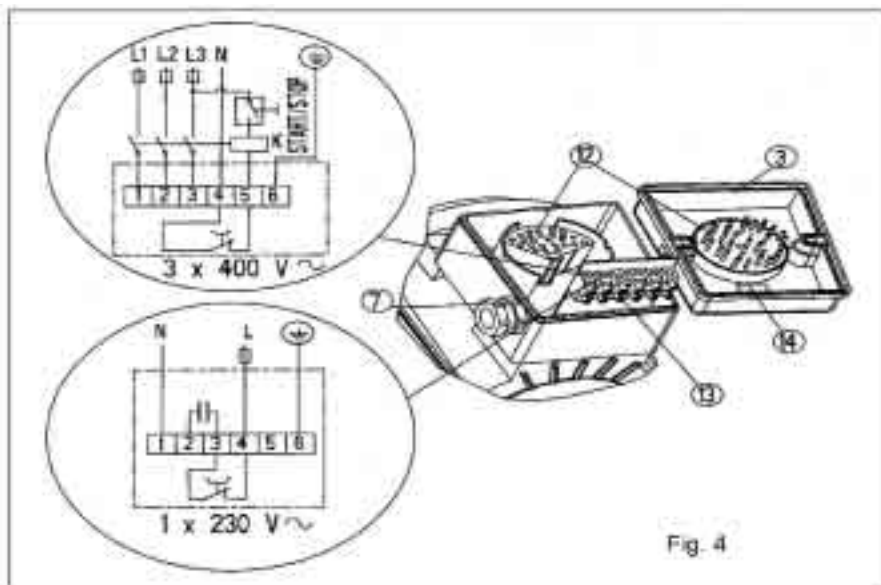

Fig. 4
Il cavo d'alimentazione deve essere collegato attraverso un passacavo Pg16 (fig. 4 – pos. 7), e deve essere del tipo "T" essendo il riscaldamento del circolatore superiore a 50K.
La connessione elettrica dei circolatori deve essere eseguita secondo lo schema (fig. 4 – pos. 14) incollato sul coperchio (fig. – 4 pos. 3) della scatola morsetti (fig. 4 – pos. 13) del motore.
In fig. 4, pos. 12 sono illustrati i blocchetti maschio-femmina del connettore. Essi devono essere ben inseriti quando il circolatore è in funzione.
Nei circolatori del tipo NC, NCD (NCM, NCDM) il rotore del motore elettrico è immerso e provvisto di cuscinetti lubrificati dall'acqua. Prima di essere messo in funzione, il circolatore deve essere riempito d'acqua e disaerato. Disaerare il circolatore svitando la vite sulla parte posteriore del motore (fig. 1 – pos. 5). L'aria uscirà attraverso la fessura tra l'albero del motore ed il cuscinetto. Quando l'acqua comincia a defluire, chiudere entrambe le valvole in aspirazione e mandata della pompa. Far partire la pompa e controllare che il senso di rotazione dell'albero corrisponda a quello indicato sulla targhetta del motore (fig. 1 – pos. 6). Nel caso di direzione sbagliata, scambiare le fasi L1 e L2 se il motore è trifase (fig. 4). Nel caso di motori monofase il senso di rotazione è sempre corretto. Quando si è stabilito il giusto senso di rotazione dell'albero motore, serrare la vite (fig. 1 – pos. 5) e riaprire entrambe le valvole in aspirazione e mandata della pompa.